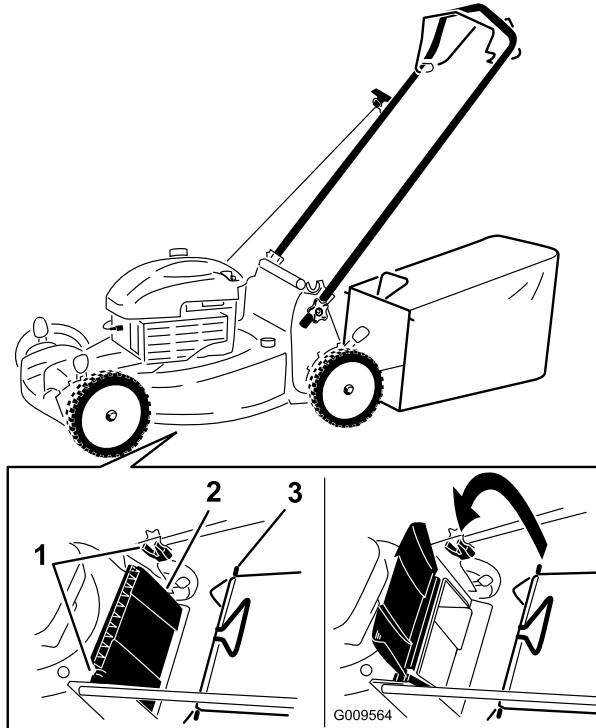

Figure 15
- Soulevez le déflecteur arrière et gardez-le dans cette position (Figure 15)
- Ergot de bac à herbe (2)
- Montez le bac à herbe en veillant à placer les ergots dans les crans du guidon (Figure 15).